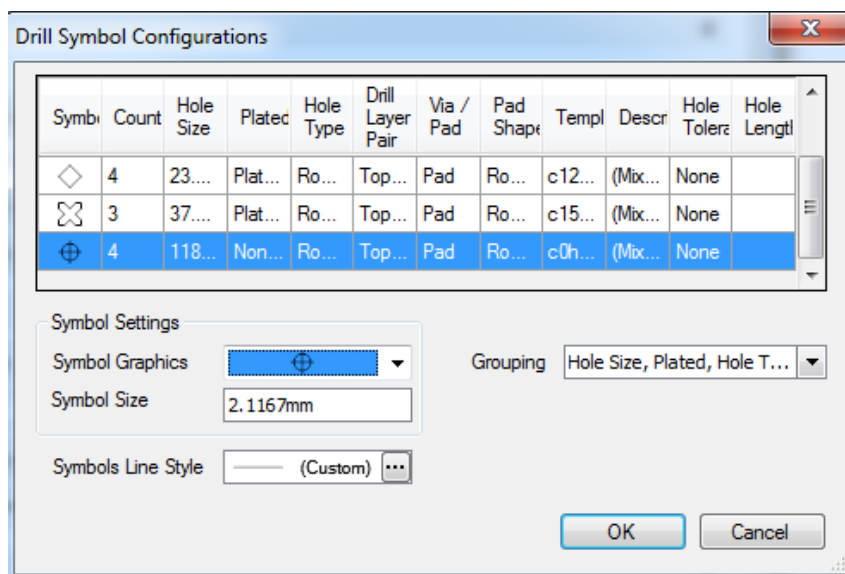
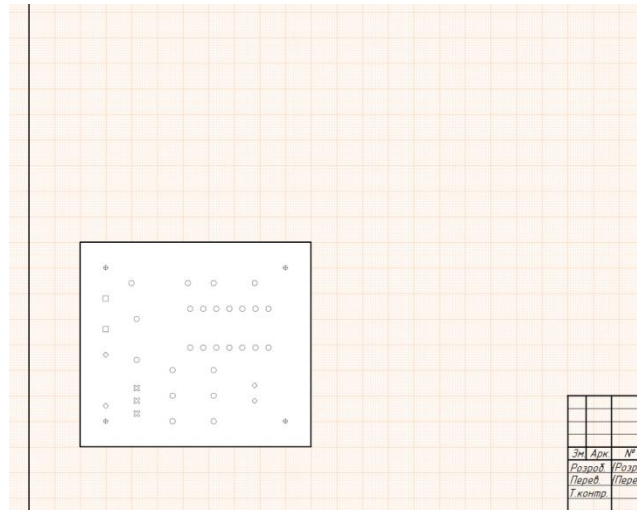

Рис. 6.4
Рис. 6.5
- 6) У вікні що відкрилося, у списку отворів оберіть отвори для кріплення, та змініть символ цих отворів на той що зображено на рис. 6.4. Натисніть **OK** та закрийте вікно налаштувань виду. Результат зображений на рис. 6.5.